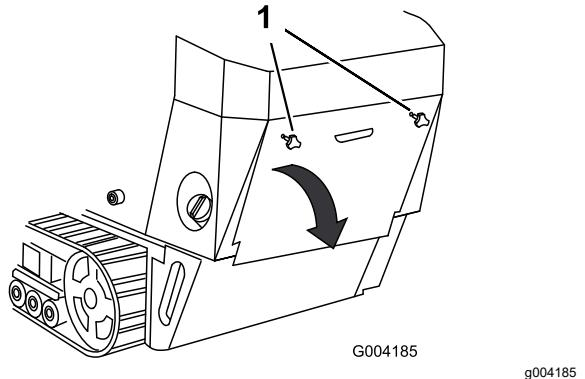

Figura 25
1. Desenrosque los 2 pomos que fijan el panel de acceso trasero a la máquina (Figura 25).
2. Baje el panel de acceso trasero y retírelo para tener acceso a los componentes internos (Figura 25).